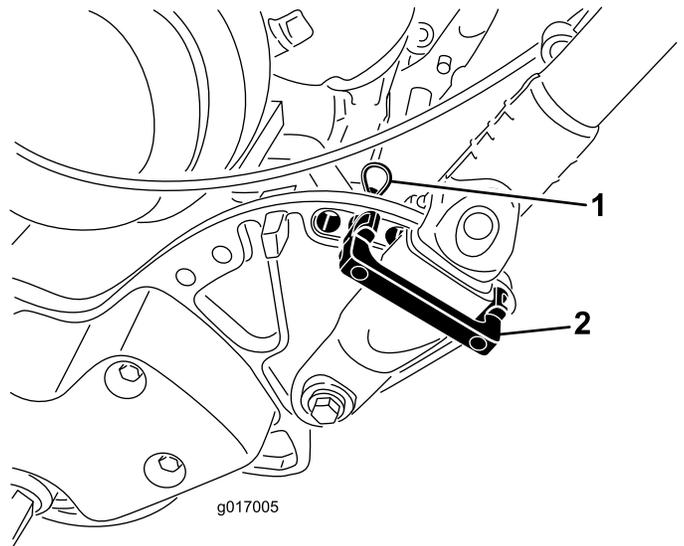

図 8
1. ハンドルを支えながら、ハンドルクランプをサイドプレートに固定しているケーブルタイを外す 図 8。
2. 希望する高さ位置にハンドルをセットし、ハンドルクランプの上からハンドルリテーナを差し込んでサイドプレートの穴に通す 図 8。
3. ヘアピンコッターでクランプを固定する 図 8。